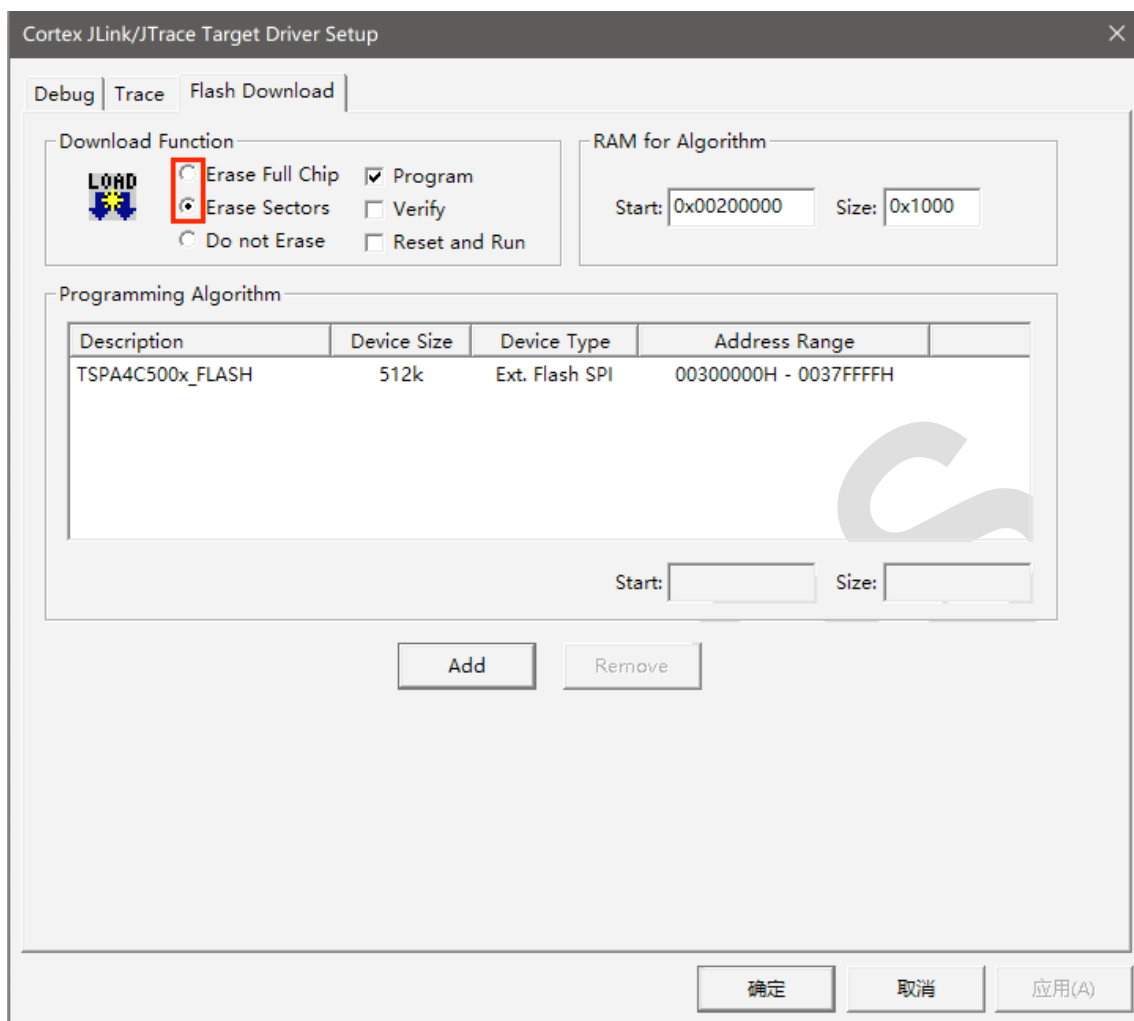

图 3.2: Flash Download Function 选项
**注意：**Flash Download Function 中应选择“Erase Sectors”，不要选择“Erase Full Chip”，如图 3.2 所示。